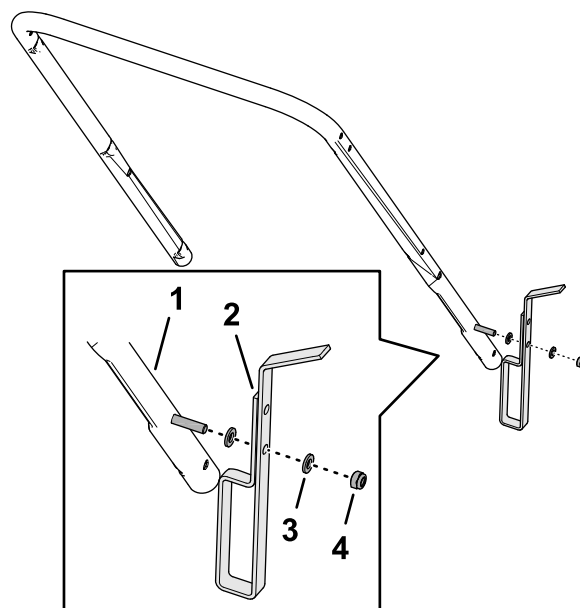

Figur 3
1. Bestem håndtakshøyden når håndtakssperren er festet til braketten for oppversperren (Figur 3).